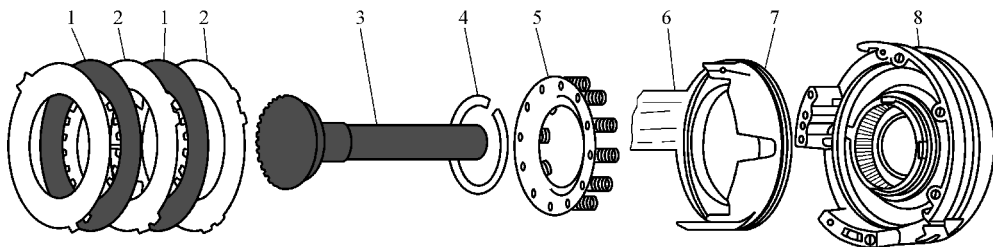

图 1-17 湿式多片制动器的结构
(1) 湿式多片制动器 湿式多片制动器的结构与离合器相似，图 1-17 为 4T65E 型自动变速器 4 挡制动器结构图。制动器壳与变速器壳体相连，固定不动，其内装有活塞及钢片、摩擦片。在制动器壳体内表面有轴向内花键，与钢片的外花键嵌合，在 4 挡轴花键毂的外表面有外花键，与纤维摩擦片的内花键嵌合。制动器工作时，钢片与摩擦片接合，使 4 挡轴不能转动。